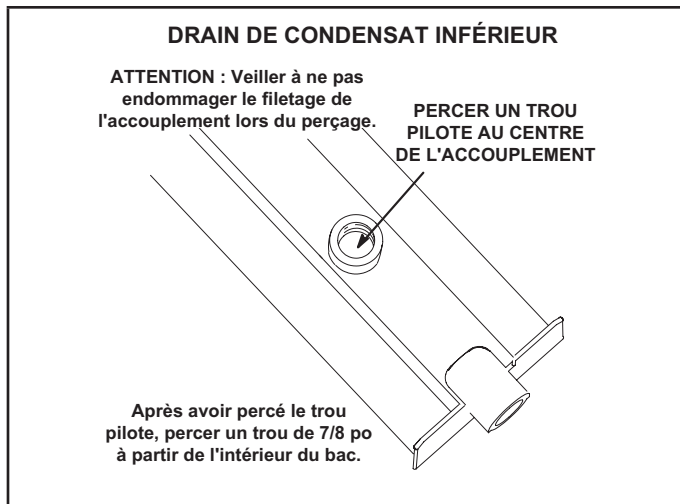

FIGURE 10
- 6 - Retournez le bac de drainage et percez un trou pilote à travers le fond du bac de drainage au centre du raccord. Reportez-vous à la FIGURE 10.